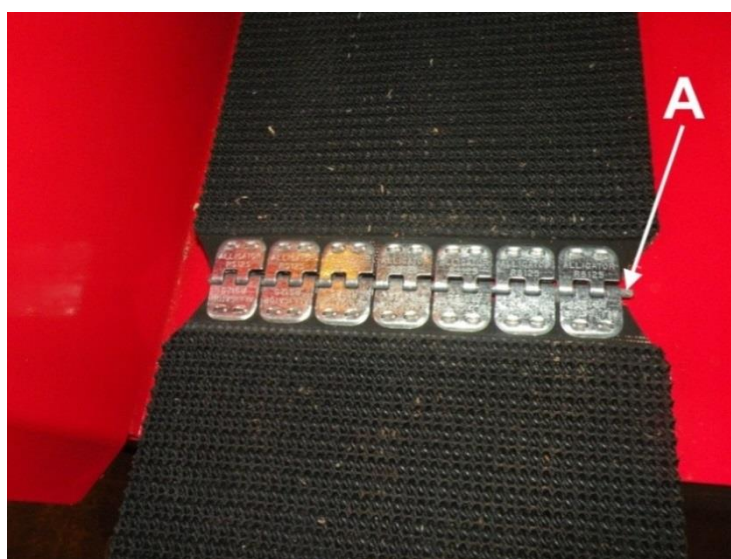

Рис. 26
4. Разъедините стыковое соединение. Для этого вытяните фиксирующий штифт А (Рис. 26), например плоскогубцами.
8. Зафиксируйте соединение пропустив штифт А (Рис. 26) на место в точку стыкового соединения.